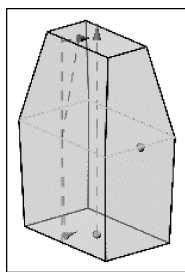

图 3-13 从截面 - 不对称角
- 从截面 - 不对称角：从拉伸截面曲线处向截面两端延伸拔模，但两端拔模的【前角】（以矢量为参照，正方向上的拔模为前拔模）和【后角】（以矢量为参照，负方向上的拔模为后拔模）的取值可不相同。此拔模方式的角度选项也分为【单个】和【多个】。图 3-13 为【单个】角度选项的拔模。